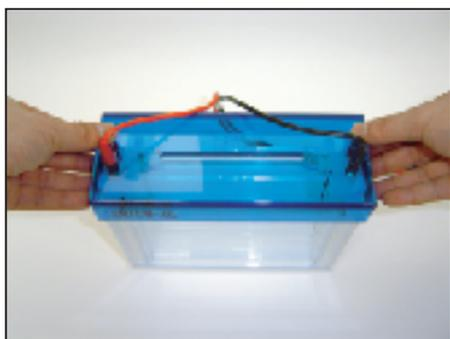

図9
1. 泳動終了後、接続した電源装置より電源ケーブルを外しセルカバーを外します。セルカバーを外す時は、図9のように両リムーブガイドを押さえながらセルカバーを引き上げます。